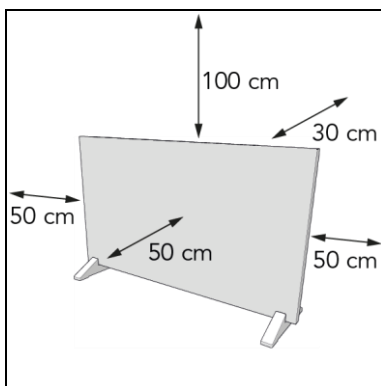

Figura 8
5. Așezați dispozitivul la o distanță minimă (Figura 8) de: